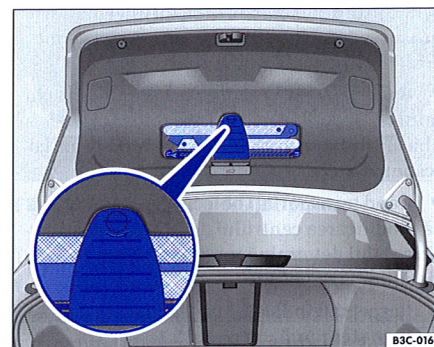

Fig. 98 Suportul pentru triunghiul de avertizare din capacul portbagajului
- Rotiți încuietoarea ⇒ fig. 98 la 90°.